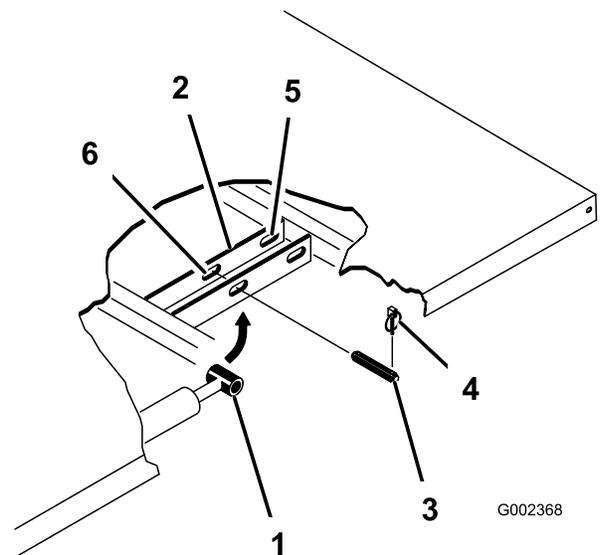

Figure 3
2. Retirez les goupilles à anneau aux extrémités extérieures des axes des tiges de vérins (Figure 3).
3. Retirez les axes qui fixent les côtés tiges des vérins aux plaques de montage du plateau en les poussant vers l'intérieur (Figure 3).